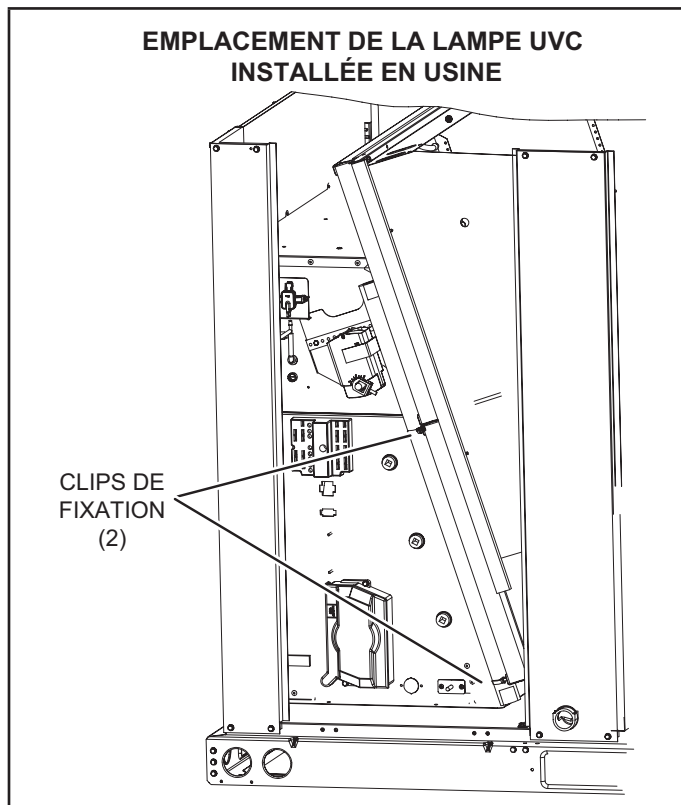

FIGURE 44
- 1 - Coupez les serre-fils et retirez la lampe UVC attachée au porte-filtre. Reportez-vous à la FIGURE 44.